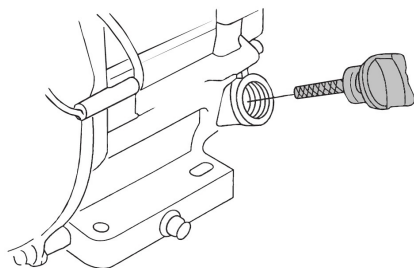

Рис. 8 Крышка-щуп маслосаливной горловины
2. Открутите крышку-щуп маслосаливной горловины и извлеките щуп (Рис. 8).
2. Выкрутите крышку-щуп маслозаливной горловины и извлеките щуп (Рис. 8).